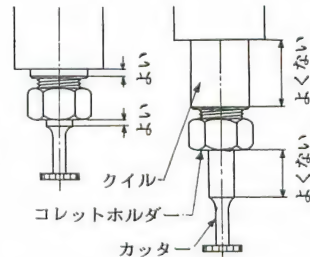

図18-66
- ①切削中に動かす必要のない柱、往復台、横送り台などはしっかり固定する。
- ②支柱のできるだけ低い位置で使用する。
- ③刃物やクイルの突出し(オーバーハング)を図18-66のように極力小さくし、良く切れるカッターを使う。